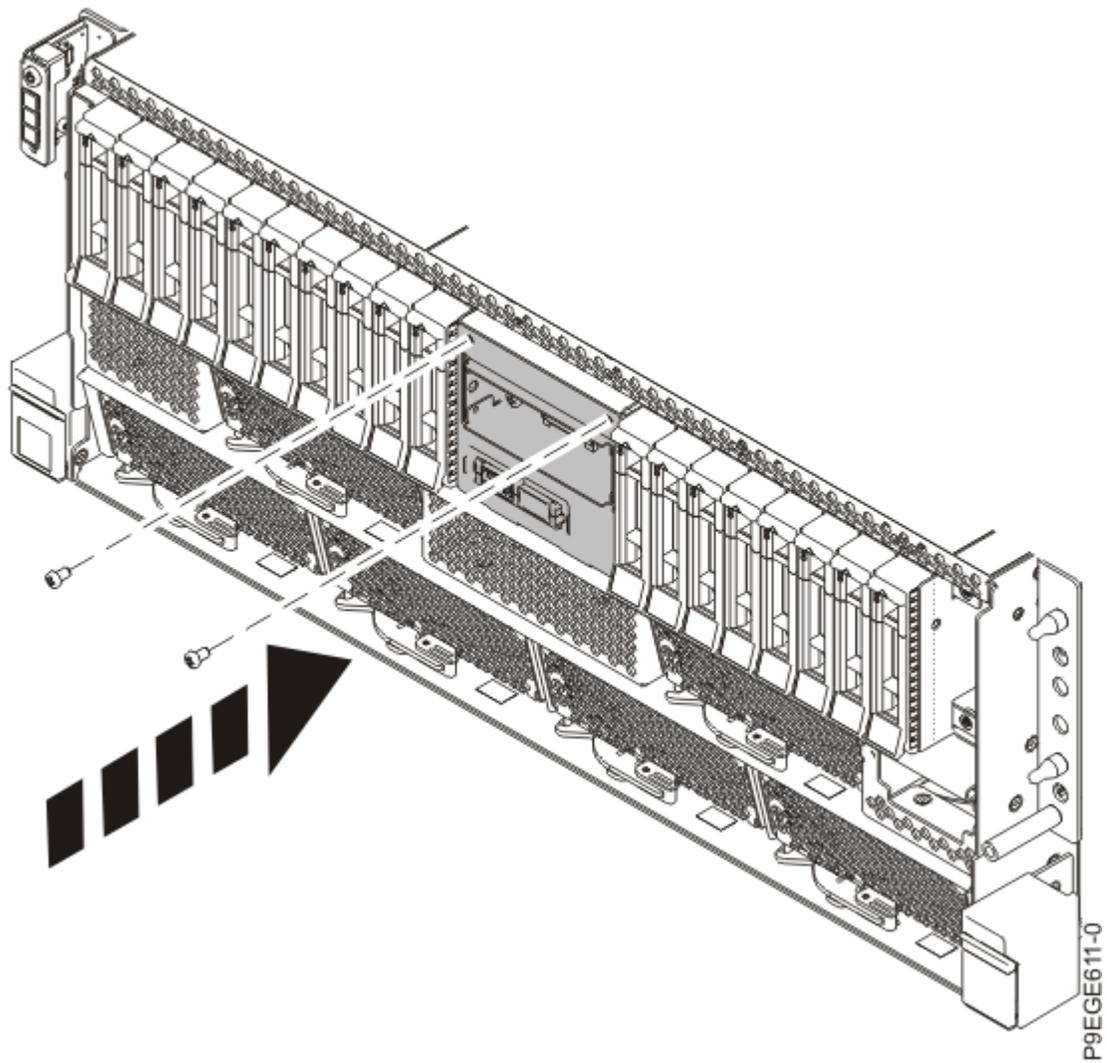

Abbildung 126. Steuerkonsolenanzeigekabel bei einem Einschubsystem am System befestigen
6. Befestigen Sie bei einem Einschubsystem den Steuerkonsolenanzeigehalter mit zwei Schrauben am System (siehe Abbildung 126 auf Seite 133).